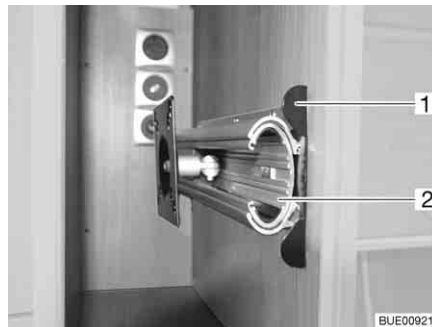

Fig. 73 Support dans le meuble de télévision
- Enfoncer la barre de déverrouillage (Fig. 73,1).
- Faire entièrement sortir la rallonge (Fig. 73,2).
- Faire coulisser la rallonge (Fig. 73,2) jusqu'à ce que la barre de déverrouillage (Fig. 73,1) s'enclenche.